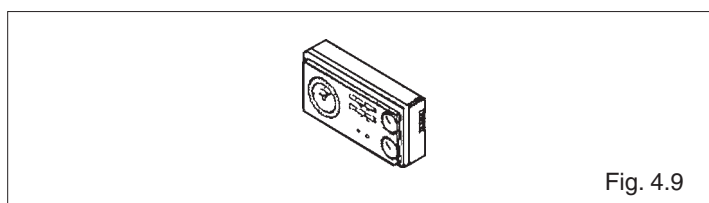

Fig. 4.9
- intervenendo sul termostato ambiente o sul programmatore orario (fig. 4.9)